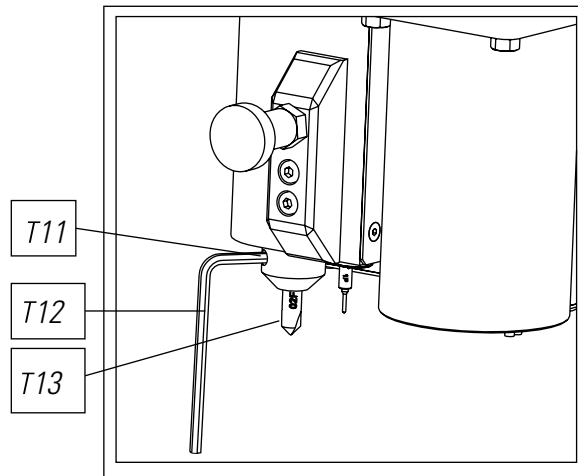

FIG. 24
- 3) Desenroscar el prisionero (T11) con una llave de 3mm (T12) y sacar la fresa cilíndrica (T13). (Fig.24)